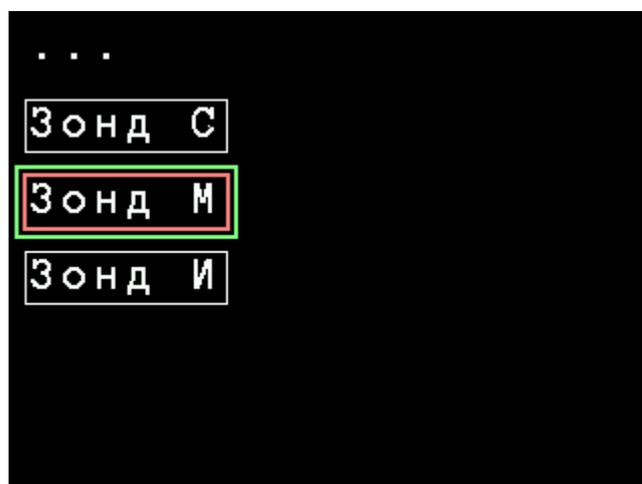

Рисунок 3.13. Подменю выбора зонда. Режим «Тесламетр»
- подменю «Вид зонда ...» для установки выбранного зонда (см. рисунок 3.13);
- подменю «Режим измерений ...» для выбора режима при измерении параметров постоянных магнитных полей» (см. рисунок 3.13а).
Рисунок 3.13а. Подменю выбора режима измерений. Режим «Тесламетр»